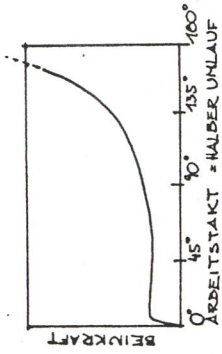

BILD 1
(6) Wenn der Fuß sich einer geraden Bahn entlang bewegt, entsteht die Tretkraft des Beines aus der Überlagerung der Muskelkraft mit ihrem Übertragungsmechanismus, der Beingeometrie. Sie steigt bei immer weiter gestrecktem Bein steil an und wird viel größer als die reine Muskelkraft, der Kniehebeleffekt! (Bild 1)
(7) Der normale Tretkurbelantrieb wandelt die Pedalkraft in ein Moment an der Tretlagerwelle um, das wiederum durch Drehen eines Kettenblattes am Kettenstrang zieht. usw. Dieses Moment kommt allerdings nur in dem engen Bereich, in dem die Kurbel rechtwinklig zur Tretkraft steht, zum Tragen: Tretmoment = Tretkraft x Pedallänge. Überall sonst, wo die Tretkraft nicht nur tangential auf die Kurbel ein-